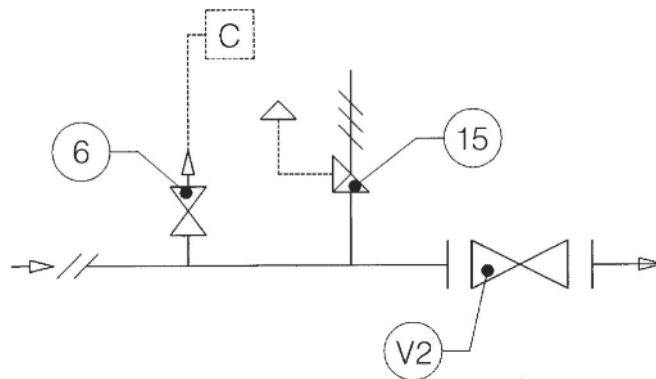

fig. 13
4.1.1 INSTALLATION DIRECTE SUR LA LIGNE (fig. 13)